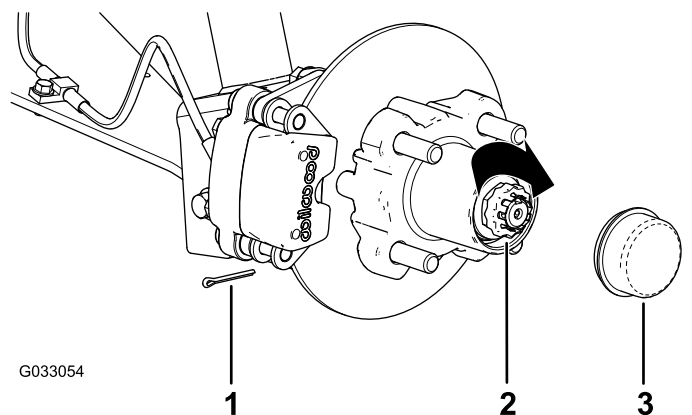

Figure 34
8. Placez le frein d'écrou sur l'écrou et vérifiez que la fente du frein d'écrou et le trou dans la fusée sont alignés et permettent d'insérer la goupille fendue (Figure 34).
9. Insérez la goupille fendue et repliez chaque jambe autour du frein d'écrou (Figure 34).
10. Reposez le couvercle-moyeu sur le moyeu (Figure 34).